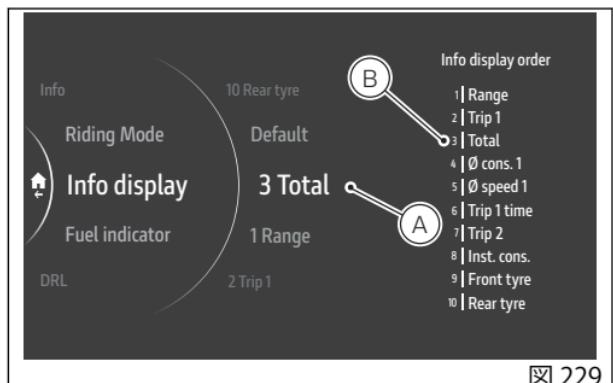

図 229
- 「ENTER」を押して決定します。すると、トリップ情報の順番が新しい順番に更新されます(B、図229)。